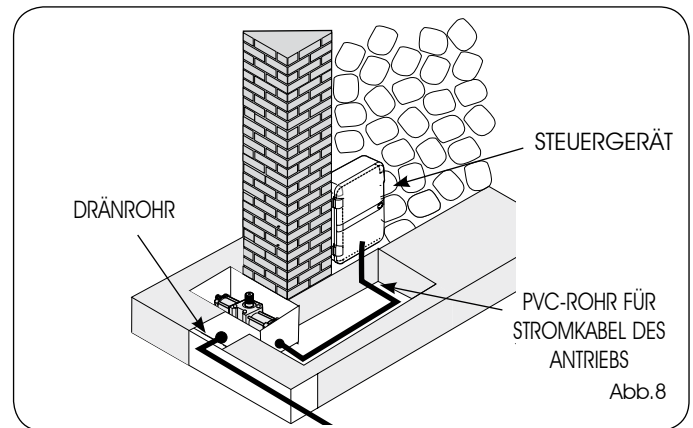

Abb.8
2) Das Tragegehäuse mit einem Dränrohr für Regenwasser ausrüsten, das bis zum nächsten Wassersammelkanal verlegt muss (siehe Beispiel in Abbildung 8)
3) Ein PVC-Rohr mit einem Durchmesser von **16 mm** für den Durchzug des Stromkabels verlegen, in die auf dem Tragegehäuse ausgebildete Öffnung (Abb.1, Bez.Ⓣ) einführen und bis zum elektronischen Steuergerät führen. (Siehe Abbildung 8)
Ein Dränrohr mit Durchmesser 50 für Regenwasser bis zum nächsten Wassersammelkanal verlegen (Abb. 8).